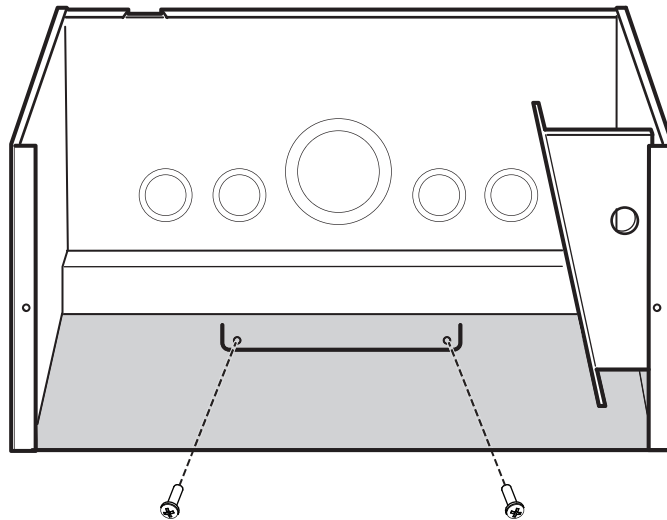

Figura 2-9 Montagem na parede da caixa de tubos protetores
- Utilizando dois parafusos (não incluídos), fixe o suporte na borda inferior do painel traseiro na parede. Consulte Figura 2-9.